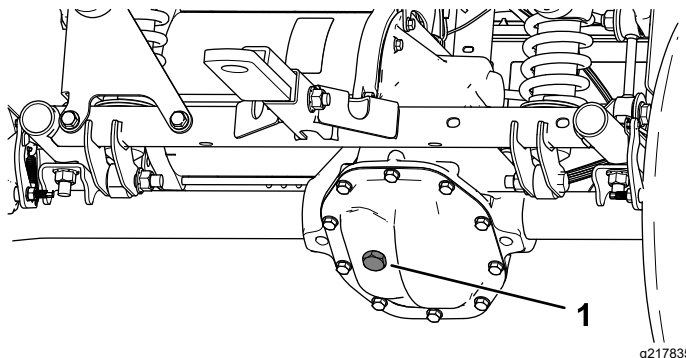

Figure 52
4. Enlevez le bouchon de remplissage de la boîte-pont (Figure 52).
5. Si le niveau de liquide est trop bas, enlevez le bouchon de remplissage et ajoutez le liquide spécifié jusqu'à ce qu'il ressorte par l'orifice (Figure 52).
4. Retirez le bouchon de remplissage de la boîte-pont et remplissez celle-ci avec le liquide spécifié jusqu'à ce qu'il ressorte par l'orifice de remplissage (Figure 52).